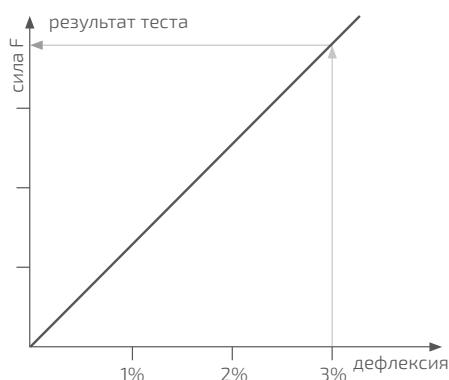

Рисунок 1.
- Кольцевая жесткость. Испытания (см. рис. 1) в соответствии с ГОСТ Р 54475-2011 (п. 8.4), ТУ 22.21.21-078-73011750-2021 (п. 4.5);